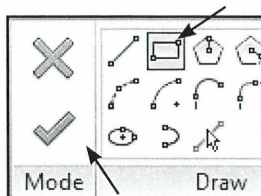

Fig. 08.50.
- Vælg *Rectangle* værktøjet (Fig. 08.50).